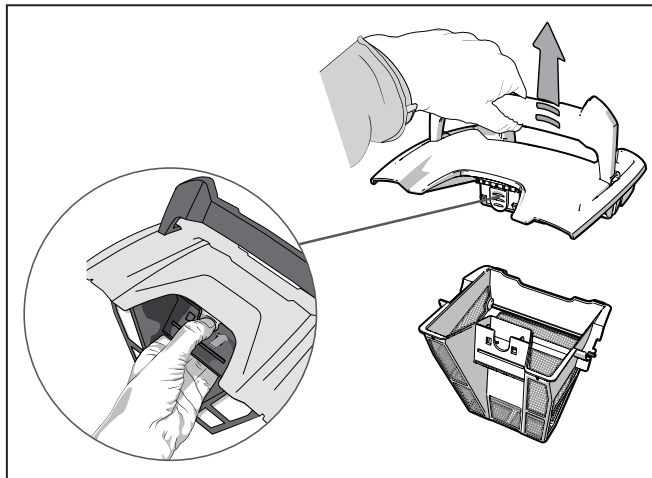

Figure 12. Retirer le couvercle du boîtier du filtre
4. Appuyer sur le loquet intérieur et retirer le couvercle du boîtier du filtre (Figure 12).